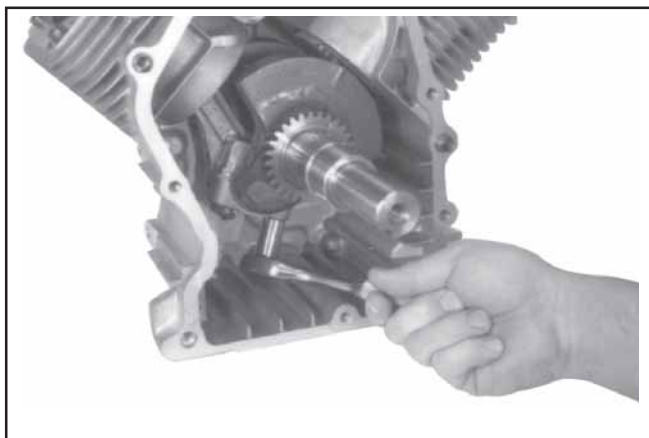

Figure 9-54. Dépose du chapeau de bielle.
1. Retirer les deux vis hexagonales à brides attachant le chapeau de bielle le plus proche. Retirer le chapeau. Voir la Figure 9-54.